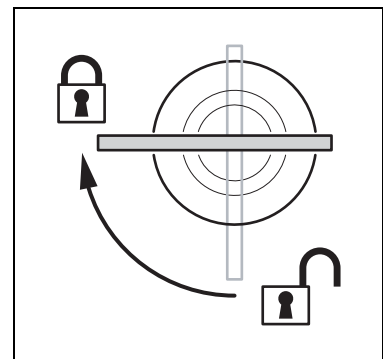

Bild 2: Verriegelte Schnellverschlüsse
1. Montieren Sie eine Klemme am Hängebügel oder einen Omega-Adapter mit Klemme. Verriegeln Sie die Schnellverschlüsse an der Rückseite des Geräts durch eine 90°-Drehung im Uhrzeigersinn (siehe Bild 1 auf Seite 6 und Bild 2).